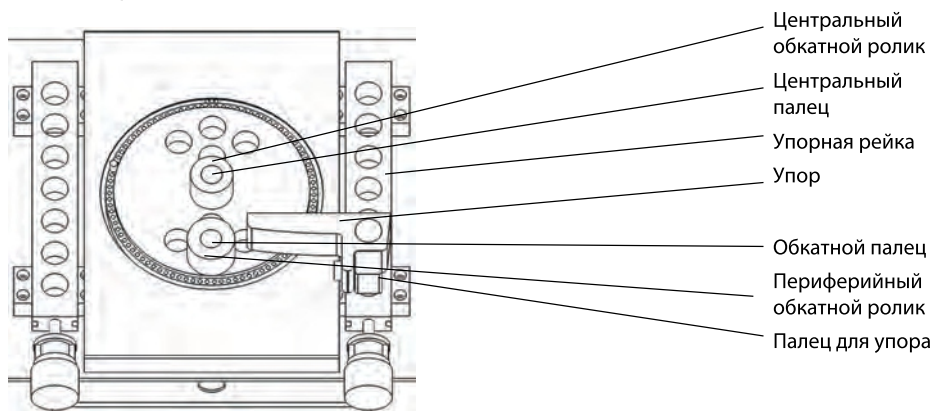

Рис. 4 Рабочая поверхность
- Установите упор в упорную рейку. Упор необходимо зафиксировать при помощи пальца (см рис. 4).